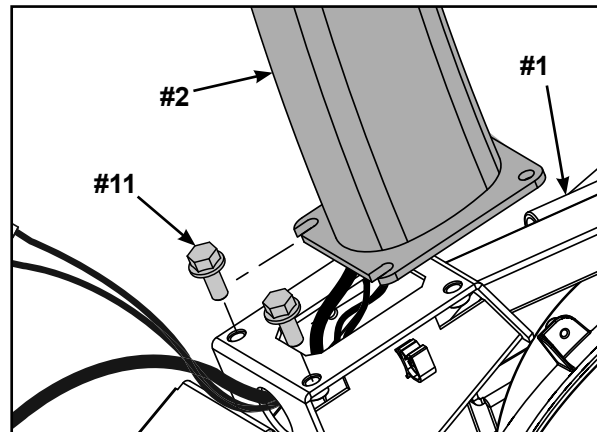

Figure 3
- B. Enfilez à la main deux vis de montage 5/16-18 x 0,75 po (n° 11) dans l'assemblage de la base. Reportez-vous à la figure 3.
- G. Branchez le câble de l'afficheur dans le connecteur de câble situé sur le tableau de commande inférieur. Reportez-vous à la figure 3.